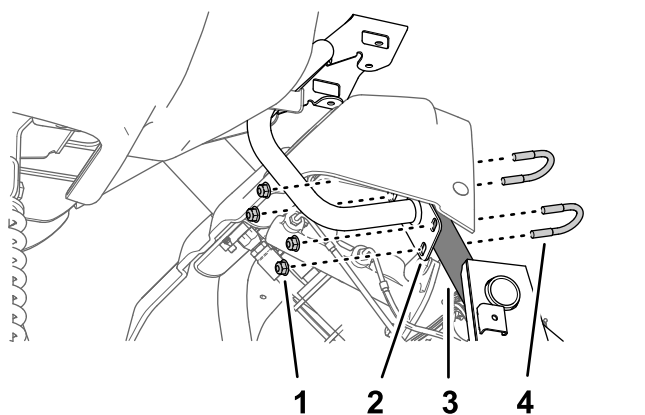

Рисунок 171
- Установите пластину крепления монитора на опорную трубу ходовой части машины (Рисунок 171) с помощью 2 U-образных болтов и 4 фланцевых контргаек (5/16 дюйма).